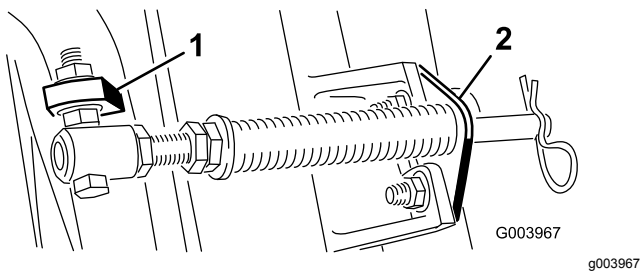
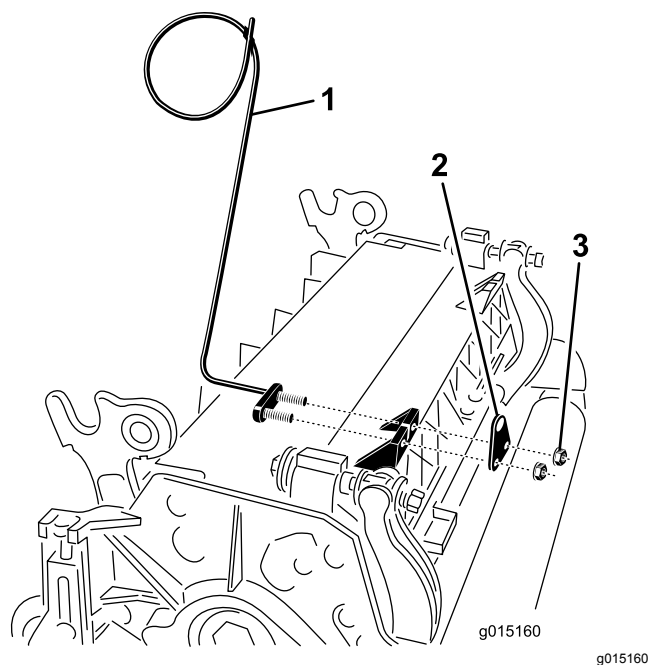

Figure 11
Figure 13
**Remarque:** Placez la tête du boulon sur le côté extérieur de la patte, comme montré à la Figure 11.
E. Montez le support de tige sur les pattes de l'unité de coupe à l'aide des boulons de carrosserie et des écrous (Figure 11). Sur l'unité de coupe, montez le guide de flexible gauche devant les pattes de l'unité quand vous reposez le support de tige (Figure 13).